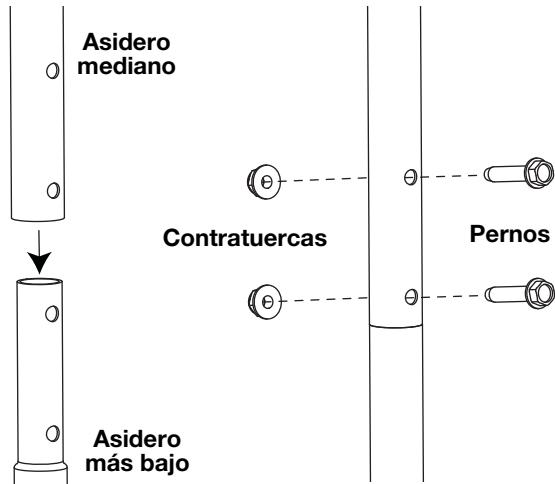

Fig. 1
- Coloque el extremo abocinado del mango intermedio sobre el mango inferior y alinee los agujeros (Fig. 1). Asegúrese de que la etiqueta que dice "PARA ARRANCAR" (TO START) mire hacia arriba.